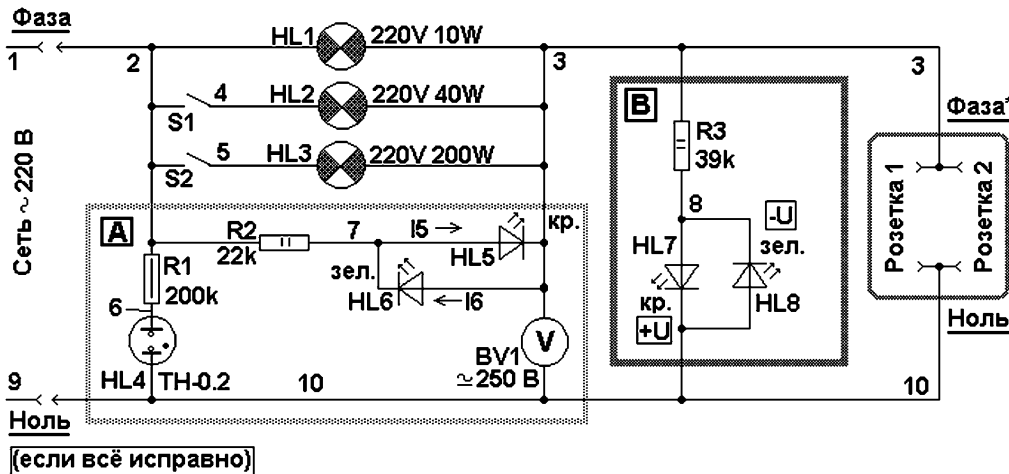
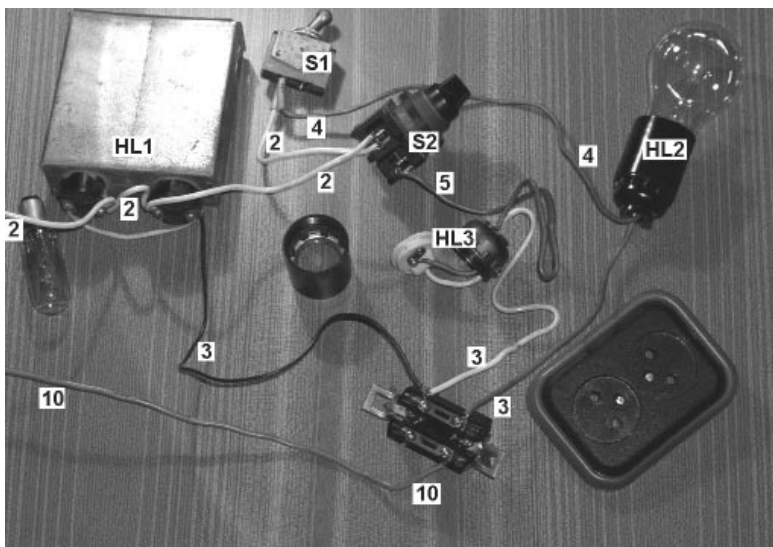

рис.23
рис.24
На рис.23 показана схема безопасного питания электророзеток от сети 220 В. При коротком замыкании в нагрузке схема не допускает больших токов и перегорания предохранителей, процесс перегрузки индицируется свечением защитно-сигнальных ламп HL1-HL3. Схему вполне можно выполнить без блоков А и В. Рассмотрим построение схемы без дополнительных блоков.
На рис.24 показан вид на монтаж этой схемы. Несложно проследить, что проводник 2 действительно соединен с арматурой (специальным корпусом с контактами) лампы HL1, выключателем S2 и выключателем S1 (с другими точками схемы проводник 2 не должен иметь соединений).
**Внимание!** Проводник 2 на принципиальной схеме (рис.23) сначала подходит к выключателю S1, а затем к S2. На монтажной схеме (рис.24) этот порядок нарушен.